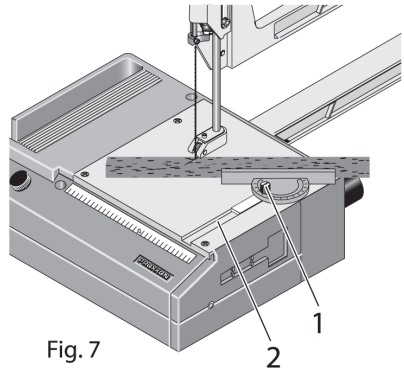

Fig. 7
5. Ao serrar com o topo angular, afrouxe o parafuso de aperto **1** (fig. 7), ajuste o ângulo de acordo com a escala e volte a apertar o parafuso de aperto. De seguida, aperte ligeiramente a peça de trabalho contra o topo e introduza o topo ao longo da ranhura **2**.